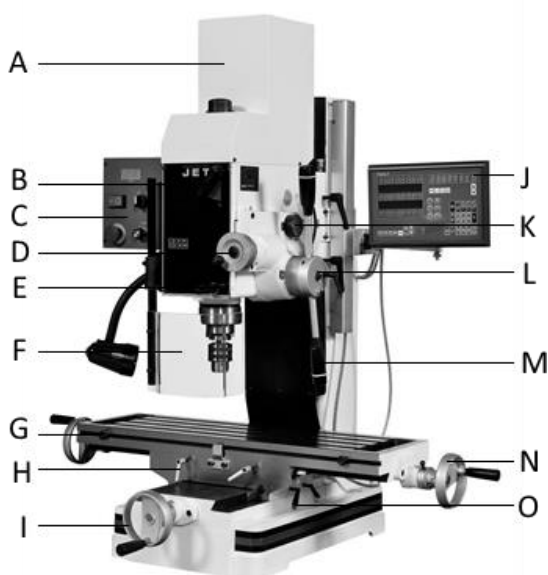

Рис.1
- Опускайте узел шпинделя вниз используя ручки (M, рис.1) для сверления заготовки.
- Установите скорость автоподачи рукояткой (K, рис.1) и скорость вращения шпинделя в соответствии с режимом резания
- Ослабьте винт (L, рис.1) и поворачивая шкалу нониуса, установите требуемую глубину сверления. Затяните винт.
- Включите станок. Отклоните ручку подачи пиноли (M, рис.1) для включения автоподачи.
- Нажмите кнопку (E) для запуска шпинделя.
- Зафиксируйте положение пиноли рукояткой (Е, рис.1)
- При продольном фрезеровании закрепите стол в поперечном положении фиксаторами (О, рис.1)
- При поперечном фрезеровании закрепите стол в продольном положении фиксаторами (Н, рис.1)
- Подавайте заготовку под фрезу, используя маховики (N и I, рис.1)